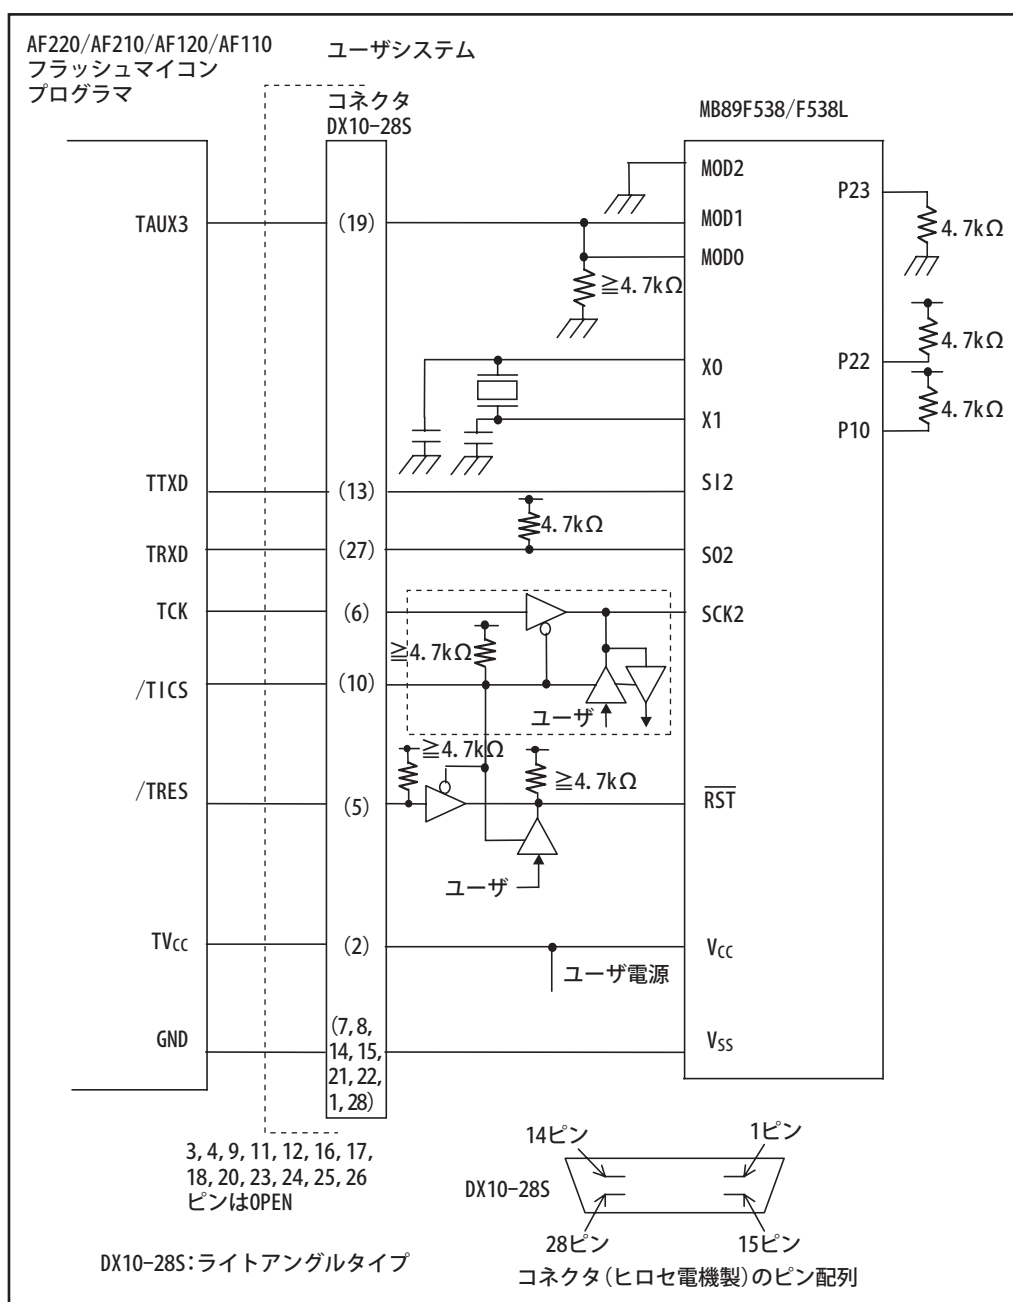

図 23.2-1 MB89F538/F538L シリアル書き込み接続例 (ユーザ電源使用時)
シリアル書き込み時の接続例 (ユーザ電源使用時) を図 23.2-1 に示します。
- 図 23.2-1 に示す MB89F538/F538L シリアル書き込み接続例 (ユーザ電源使用時) のプルアップ抵抗, プルダウン抵抗の値は参考値です。また, ノイズの影響により, MOD0, MOD1 端子の入力レベルが変動する可能性がある場合には, コンデンサを接続したノイズ対策をしてください。